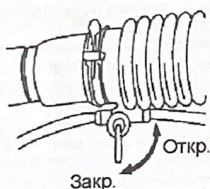

Рис. 8
- При распылении жидкостей, во время добавления химиката переключатель должен быть закрыт, см. Рис. 8. При опылении, дроссельный клапан и топливный регулятор должны быть в нижнем положении, в противном случае выхлоп опылителя будет содержать химикаты.